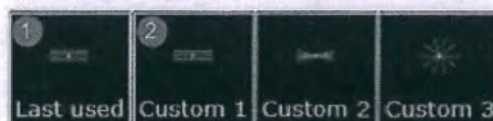

Рис. 79. Предварительно заданные настройки
- ① Последний использованный шаблон сканирования и предварительно заданная настройка
- ② Пользовательская предварительно заданная настройка
Кнопка «Последний использованный» (рис. 79/①) доступна только после получения первого изображения в текущем сеансе.
Кнопки «Пользовательская 1», «Пользовательская 2» и «Пользовательская 3» (рис. 79) сохраняются для этого рабочего устройства.